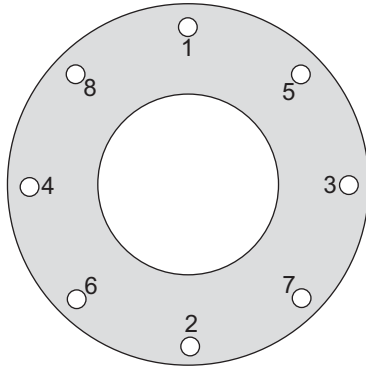
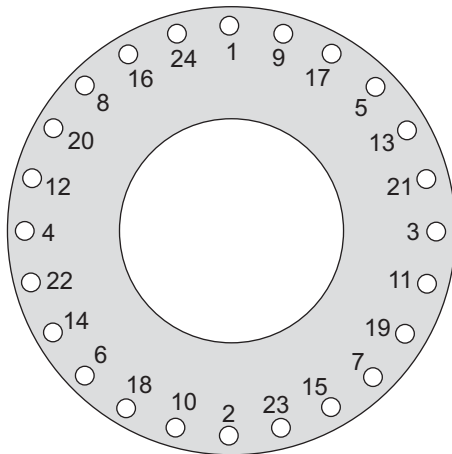

Abb. 5-1 Schrauben kreuzweise anziehen / 8 Schrauben, Abstand 45°
Abb. 5-5 Schrauben kreuzweise anziehen / 24 Schrauben, Abstand 15°
- Reihenfolge siehe Abb. 5-1 bis Abb. 5-5 .